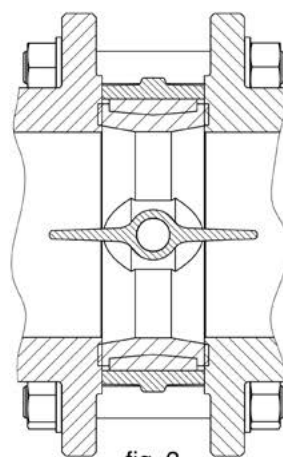

fig. 3
- Stützen Sie die Schmetterlingsklappe mit vier Zugstangen, die durch die Löcher in den Flanschen und durch die Schlitze im Ventilgehäuse geführt werden, um eine erste grobe Zentrierung zwischen den Flanschen zu ermöglichen. Ziehen Sie die 4 Zugstangen (gegenüberliegend) leicht an, bis das Ventil leicht gesichert ist, und achten Sie auf die genaue Zentrierung des Ventilgehäuses im Verhältnis zu den Flanschen der Rohre (ein Fehler von ± 1 mm bei DN 50 und anteilig ± 5 mm bei DN 300 sind tolerierbar). Ziehen Sie die 4 Zugstangen an, bis das Ventil sicher verriegelt ist. Öffnen Sie dann die Schmetterlingsklappe vollständig (Abb. 3). Setzen Sie die eventuell vorgesehenen übrigen Zugstangen gemäß der Flanschbefestigung ein und ziehen Sie sie fest.